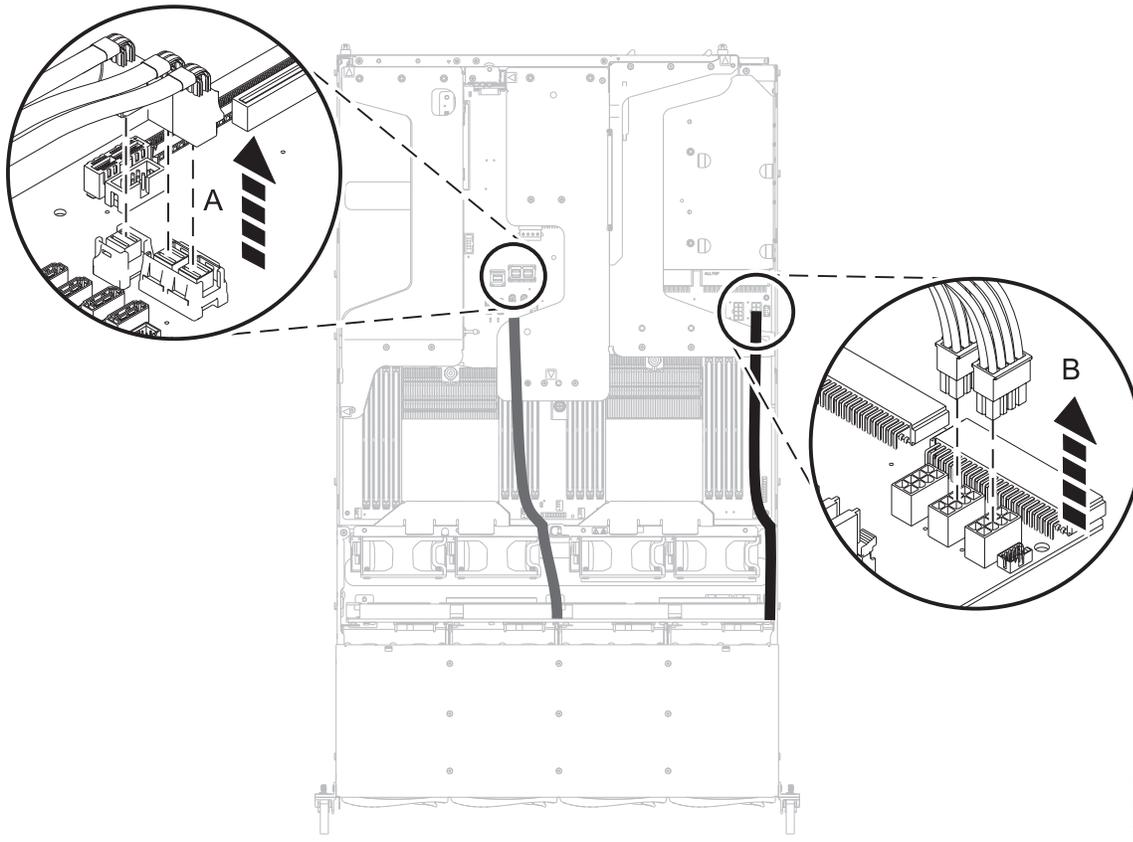

Figura 17. Desconexión de los cables de señal y cables de alimentación de unidad
4. Etiquete y desenchufe los cables de señal de la unidad (**A**), tal como se muestra en la Figura 17 en la página 21. Etiquete y desconecte los cables de alimentación de la unidad (**C**) de la placa posterior del sistema. Deje los cables en su lugar. Con el pulgar, presione el release pestillo de liberación del